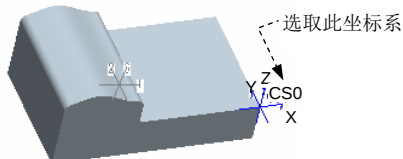

图 8.2.2 模型的质量属性分析
- Step5. 在 **坐标系** 区域取消选中 使用默认设置 复选框(否则系统自动选取默认的坐标系)，然后选取图 8.2.2 所示的坐标系。